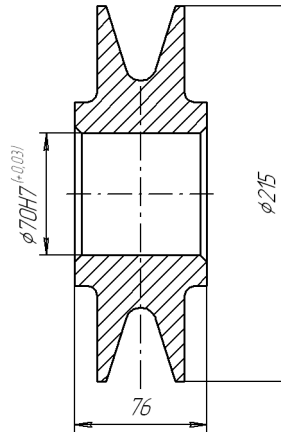

Рис. 53.5.
9. Удалите лишние размеры и обозначения шероховатости. На сборочном чертеже они не нужны (рис. 53.5).